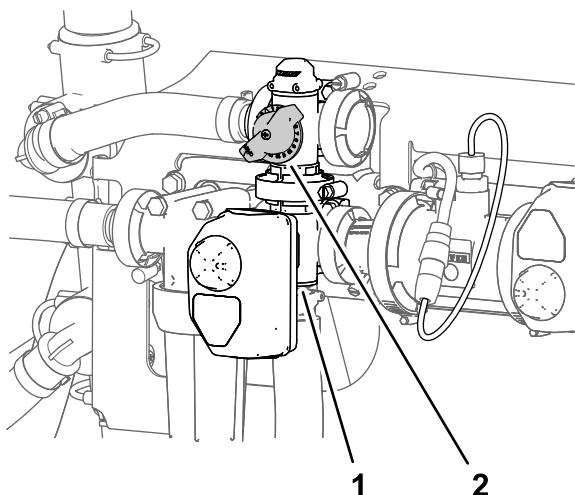

Figure 202
2. Réglez la vanne de dérivation d'agitation (Figure 202) jusqu'à ce que la pression indiquée soit 6,9 bar (100 psi).